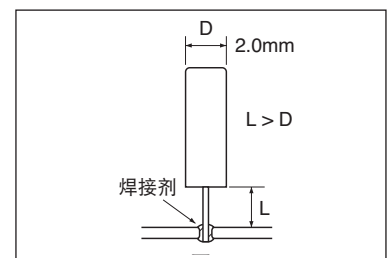

图7
- (2) 在导脚焊接完毕之后再将导脚弯曲时,务必请留出大于外壳直径长度的空闲部分(参阅图7)。